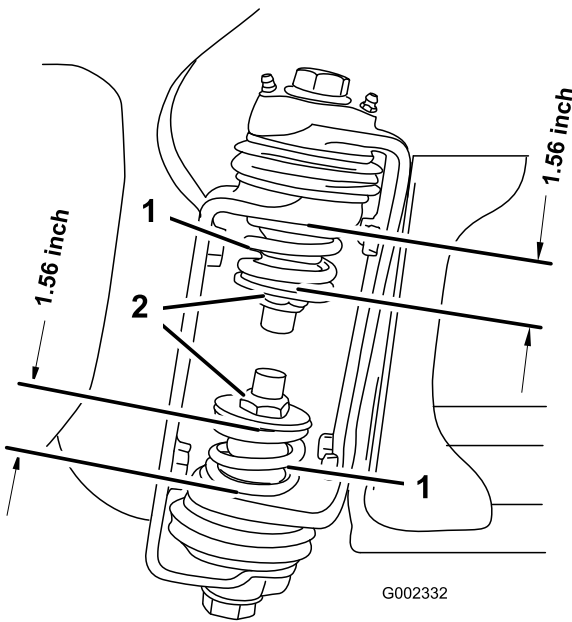

Figura 8
- All'altezza della cerniera della barra, misurate la compressione delle molle superiori e inferiori mentre le barre sono prolunghette (Figura 8).